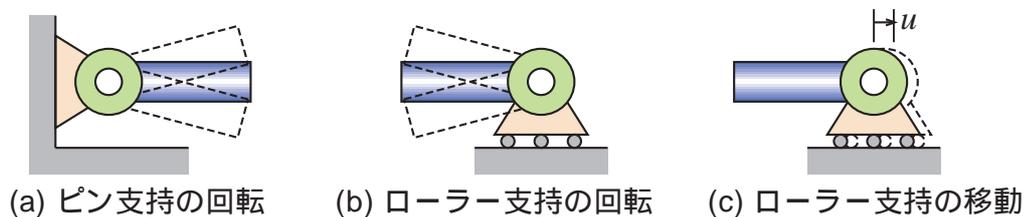

図 1.2.2 ピン支持とローラー支持
(3) この棒の左端は、図1.2.2(a)のように回転は自由にできるが、上下左右には移動できないように支持してあるものとする。このような支持方法を「ピン支持」という。棒の右端は、図1.2.2(b)(c)のように、回転および左右の移動は自由